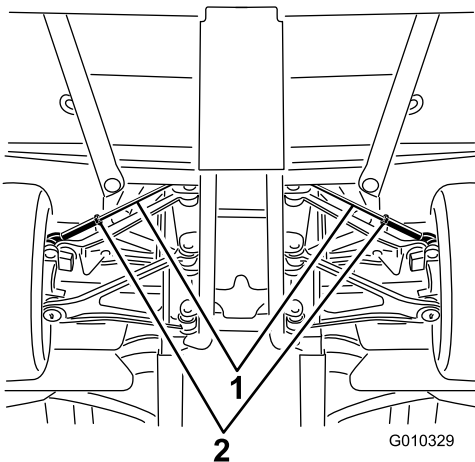

Figura 64
- A. Allentate il controdado al centro del tirante (Figura 64).